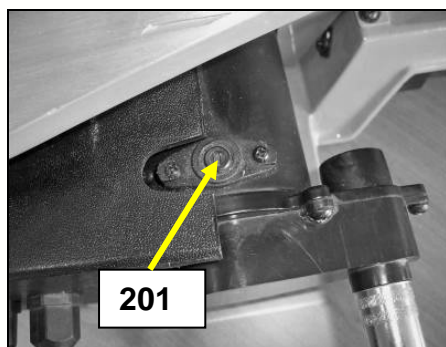
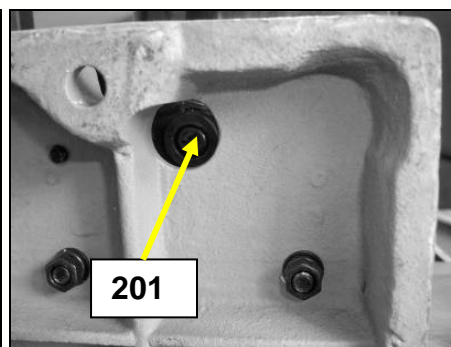

Fig 34
Fig 35
- Dévissez les capuchons supérieur et inférieur (201) (Voir Fig 34). Le capuchon inférieur est accessible par le dessous de la machine (Voir Fig 35).